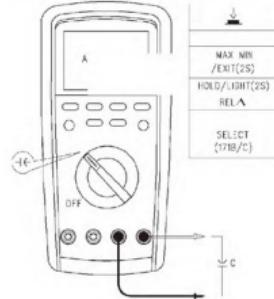

рис.7
5. Измерение емкости (см. рис.7)